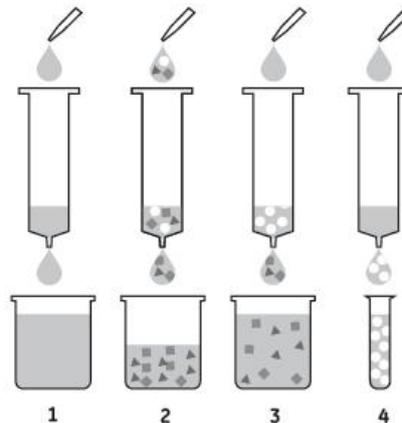

图 1. 使用 rProtein A Beads 重力柱纯化蛋白流程示意图
**rProtein A Beads 重力柱** 使用请参考以下说明, 各溶液用量均按照柱体积计算 (例如: 2 个柱体积, 1 ml 规格对应为 2 ml 溶液, 5 ml 规格对应为 10 ml 溶液)。整个纯化流程大约需要 30 min (主要取决于样品体积和溶液的粘稠性), 操作快捷。使用流程请参考图 1。